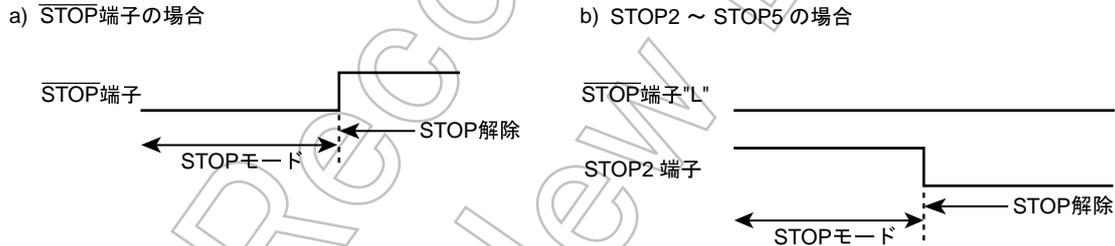

図 13-3 STOP 端子と STOP2 ~ STOP5 端子の優先順位
- 注 6) STOP2 ~ STOP5 入力によって STOP モードを解除する ("L" レベル) 場合は、STOP モード中 STOP 端子を必ず "L" レベルに固定してください。(図 13-3)